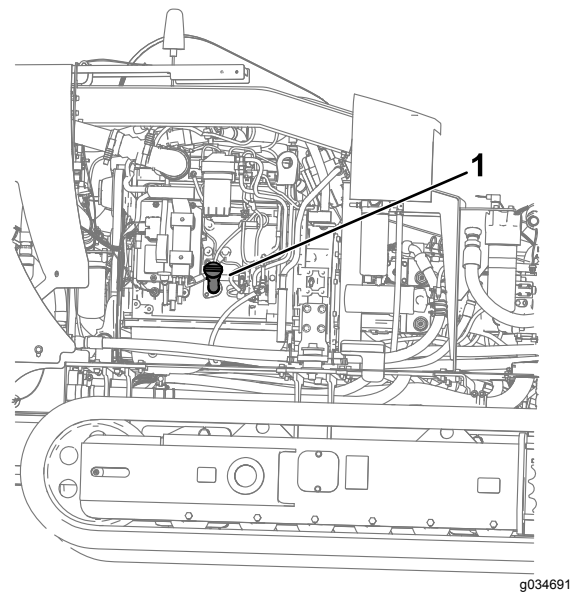

Figura 92
- A. Retire el tapón de llenado (Figura 92) y añada aceite hasta que el nivel llegue a la marca Alto. **No llene demasiado.**